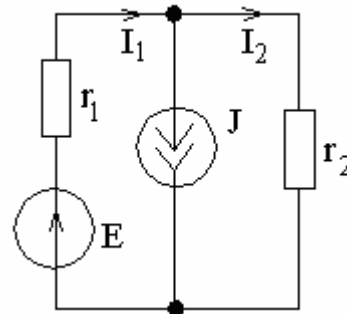

Рис. 49
20. Определить все токи в ветвях цепи методом наложения, если $J=5$ А, $E=20$ В, $r_1=2$ Ом, $r_2=3$ Ом (рис. 49). Составить баланс мощностей.